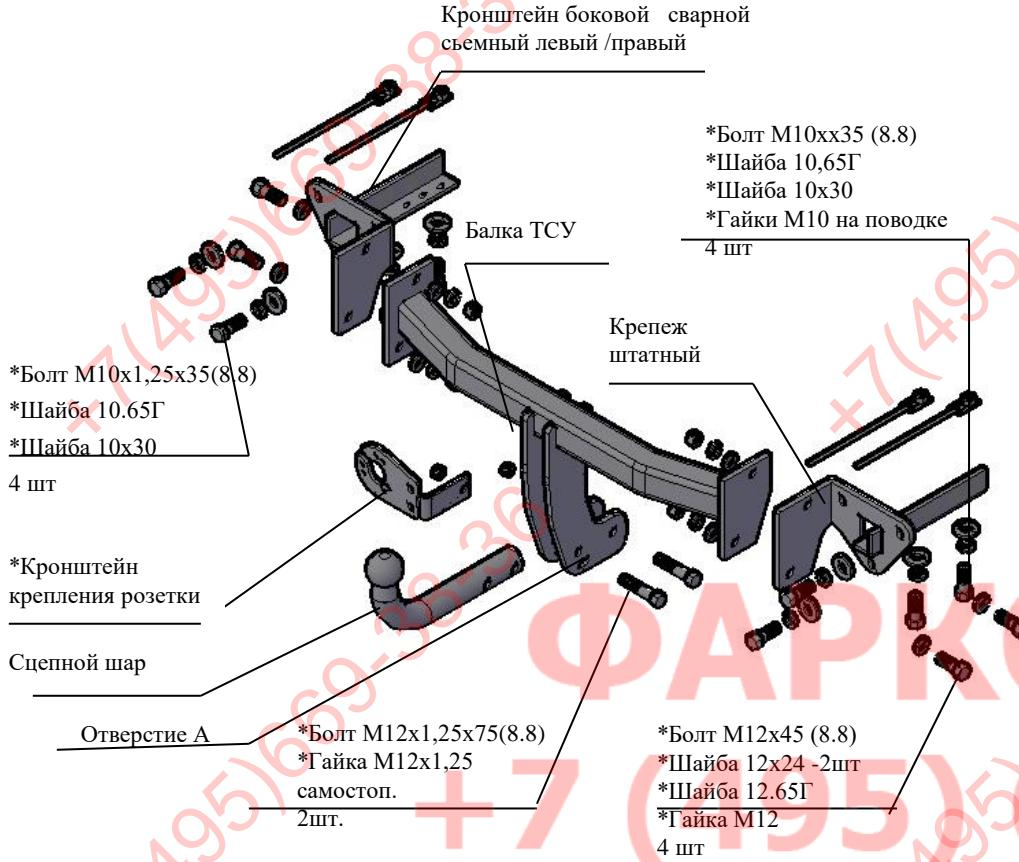

Рис.1 Тягово-сцепное устройство 8501 .
| 2.1 ТСУ 8501. в сборе (рис.1) | 1 шт. |
| 2.2 Пакет с комплектующими (см. рис.1) | 1 шт. |
4.2 Установить боковые сварные съемные кронштейны в лонжероны а/м (правый и левый соответственно рис.1), закрепить болтами M10х35, подложив под головки болтов шайбы 10.65Г и шайбы 10х30, используя гайки M10 на поводках, а к фартуку а/м закрепить штатным крепежом (см.рис.1) и болтами M10х1,25x35, используя гайки штатные и подложив под головки болтов шайбы 10.65Г и шайбы 10х30. Крепеж не затягивать.